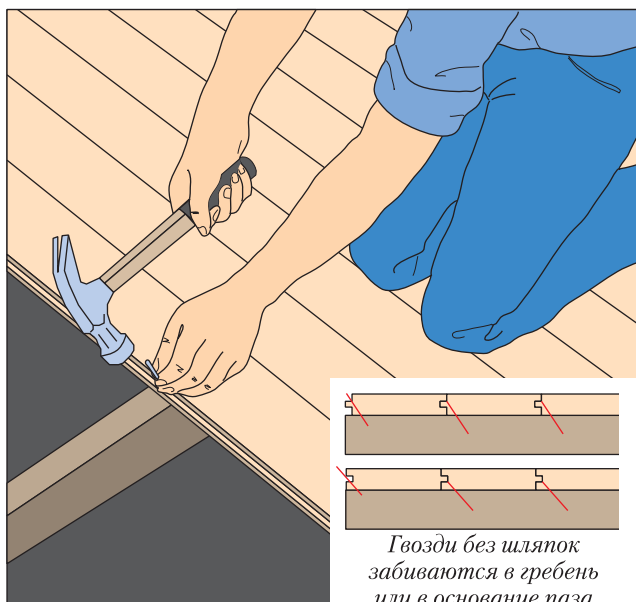

Рис. 61. Скрытое крепление досок к лагам
1. Сначала надо измерить ширину помещения и рассчитать ширину последней доски. Если ширина получается менее 30 мм, нужно распилить доски в первом ряду до такого размера, чтобы ширина первого и последнего ряда была одинакова. Укладку начинают от угла комнаты, для современных материалов чаще всего ориентируя доски гребнем внутрь комнаты, соответственно пазами к стене. А на российских паркетных досках, сделанных по старому, но действующему ГОСТу, наоборот, гребень направляют к стене, а гвоздевое крепление производят в основание нижней щеки паза (рис. 61). По большому счету, это не имеет принципиального значения, хотя забить гвоздь в гребень легче, чем внутрь паза.